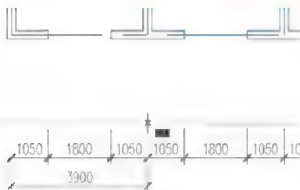

图 3.45 指定第二条尺寸界线原点
② 在指定第二条尺寸界线原点或【放弃(U)/选择(S)】选择：提示下，将光标向右拖动，捕捉如图 3.45 所示的位置，以指定第二条尺寸界线原点。